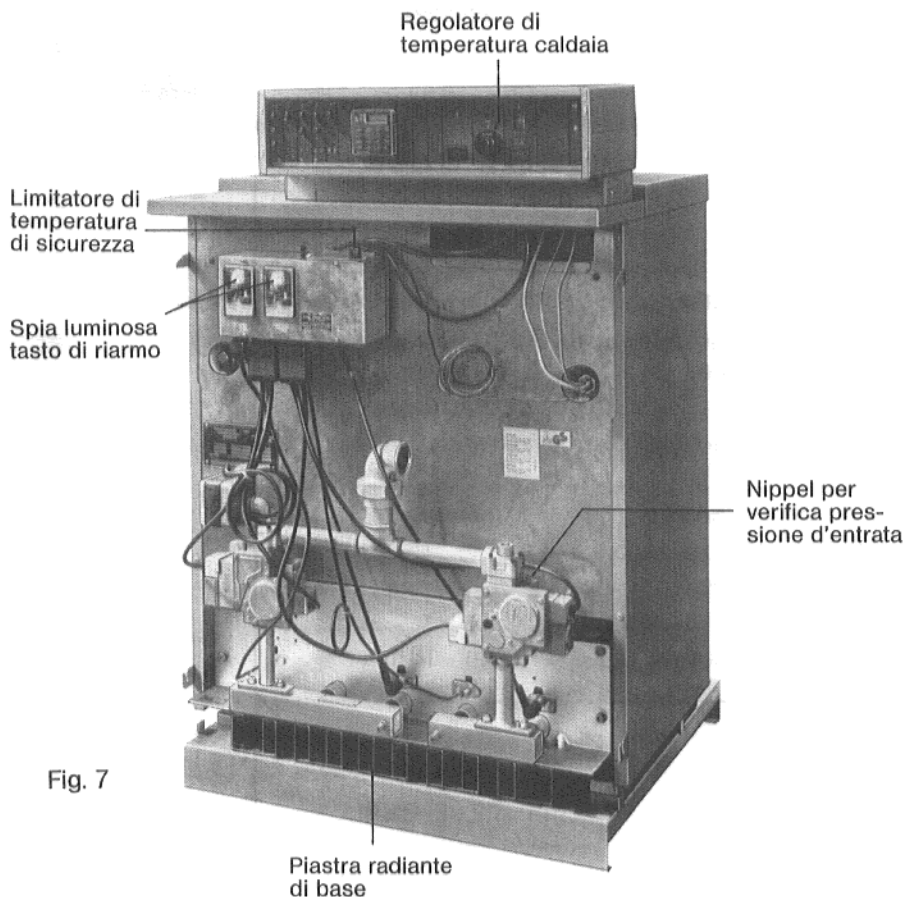

Fig. 7
- La piastra radiante di base, deve appoggiare allo schermo verticale posteriore (Fig. 7).
- Tarare il regolatore di temperatura di caldaia alla temperatura voluta (Fig. 7).